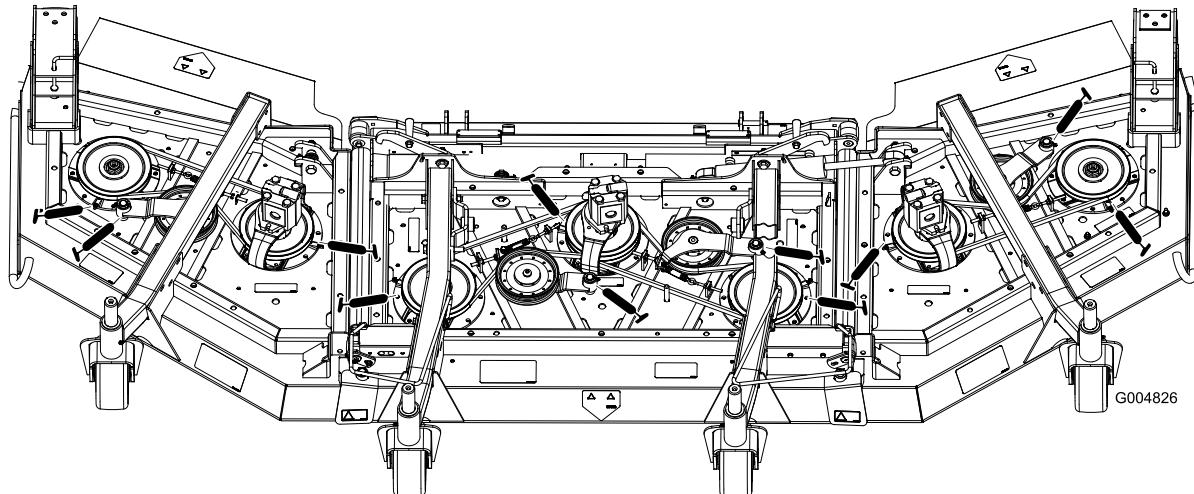

**Figura 67**
- Dois casquilhos de eixo da forquilha da roda giratória (Figura 67)